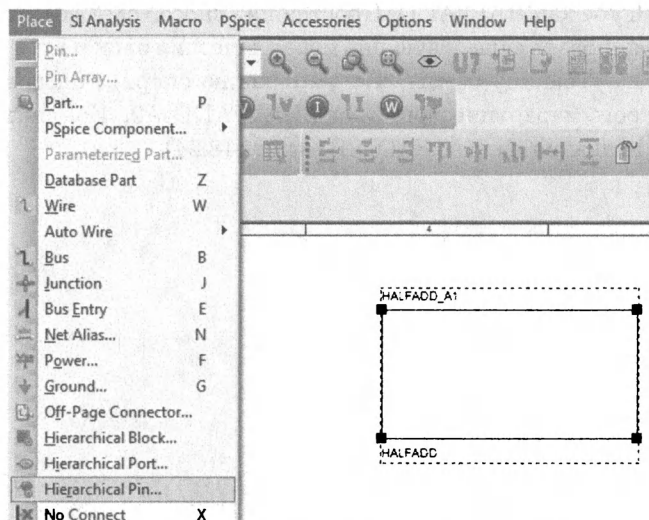

Рис. 18.22. Изображение иерархического блока
2.3. Нарисуйте иерархический блок с нужными размерами (рис. 18.22).